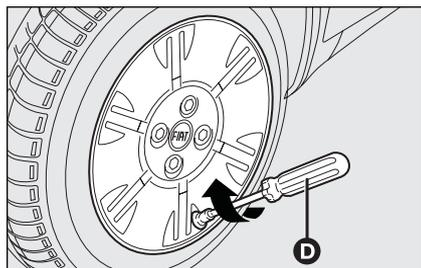

fig. 17
- ❑ avvitare nuovamente l'elemento interno valvola mediante l'utilizzo dell'attrezzo **D-fig. 17**;